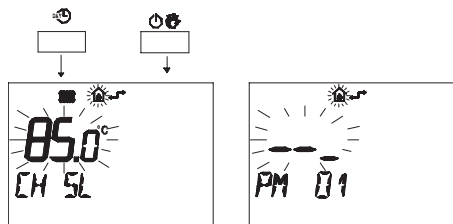

Figura 5.66
- Premere contemporaneamente i pulsanti e per entrare nella programmazione trasparente (Figura 5.66).